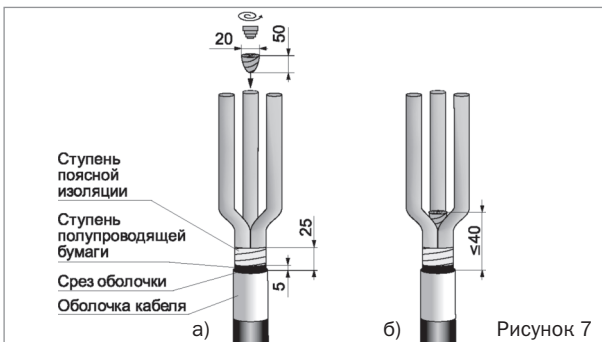

Рисунок 7
- На расстоянии 5 мм от среза оболочки наложить временный бандаж на полупроводящий бумажный экран из 2–3 витков ХБ нити. Ленты экрана удалить от края поясной изоляции до бандажа. Бандаж удалить (рисунок 7а).
- Из короткой ленты герметика сделать конус и тщательно вдавить его в «корешок» разделки кабеля. После уплотнения расстояние от края герметика до среза оболочки не должно превышать 40 мм (рисунок 7б).